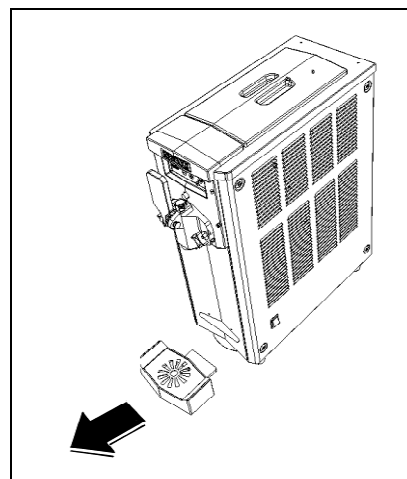

Fig. 25
- Rimuovere la vaschetta raccogli gocce tirandola leggermente verso l'esterno (fig.25) e lavarla accuratamente con acqua calda e detersivo per stoviglie.